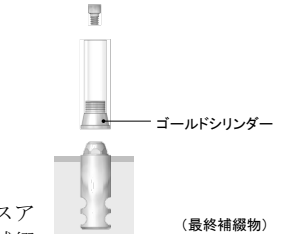

図6
- (4) 作製したプロビジョナルクラウンを洗浄・滅菌し、滅菌したスクリュー(ゴールド・テンポラリーシリンダー/スプリントヒーリングキャップ用)を用いて口腔内のアバットメントに固定する(締結トルクは $20\text{N}\cdot\text{cm}$)(図6)。
- (5) 暫間補綴後、プロビジョナルクラウンを取り外し、最終補綴物を装着する。